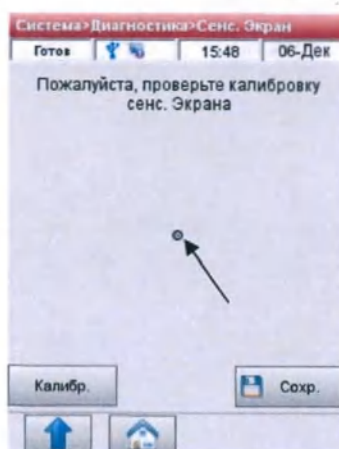

Рис.8-31 Нажмите калибровка
- Прикоснитесь к экрану, и точка должна появиться под затронутым местоположением (Рис.8-31).